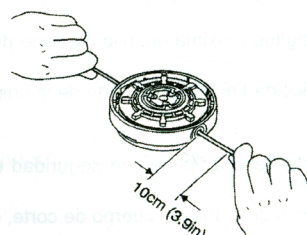

Fig. 2-6
8. Ziehen Sie an den beiden Schnurenden, um sie aus den Haltenuten zu lösen. Wenn die herausragenden Schnurenden zu lang sind (mehr als 10 cm), wickeln Sie sie auf ca. 10 cm Länge zurück. (Fig. 2-6)